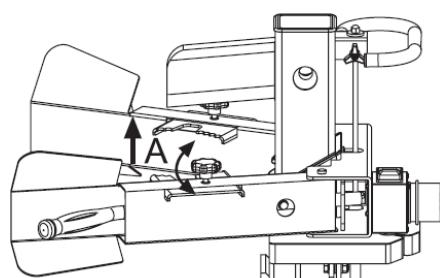

Fig.11a
- b) Regolare le braccia di sostegno dello spaccalegna secondo il diametro del ceppo per ottenere l'angolo di controllo delle leve di comando più comodo (Fig.11a, A).
- c) Mantenere il ceppo con le braccia di sostegno. (Fig.11a) tenendo le leve di comando.
d) Non aprire mai le braccia di sostegno mentre il ceppo si sta muovendo. (Fig.11a)